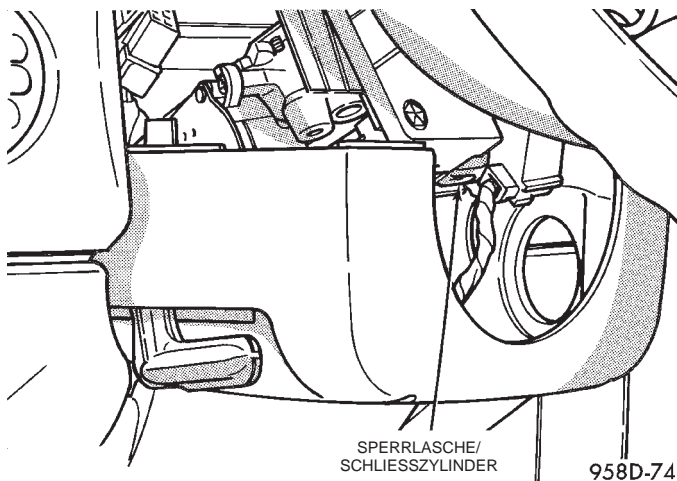

Abb. 66 Sperrlasche des Schließzylinders
(1) Das externe Batterie-Minuskabel vom fahrerseitigen Federbeindom abbauen.
(2) Die obere Lenksäulenverkleidung abbauen.
(3) Die untere Lenksäulenverkleidung so weit nach unten ziehen, daß die Sperrlasche des Schließzylinders zugänglich ist.
(4) Zündschalter in Stellung "RUN" (Ein) bringen. Sperrlasche niederdrücken und Schließzylinder abnehmen (Abb. 66).